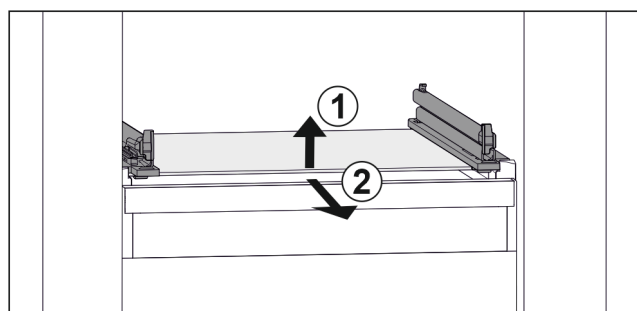

Fig. 116 Примерно изображение на стъклената плоча
- Повдигнете стъклената плоча отпред. Fig. 116 (1)
- Извадете стъклената плоча напред. Fig. 116 (2)